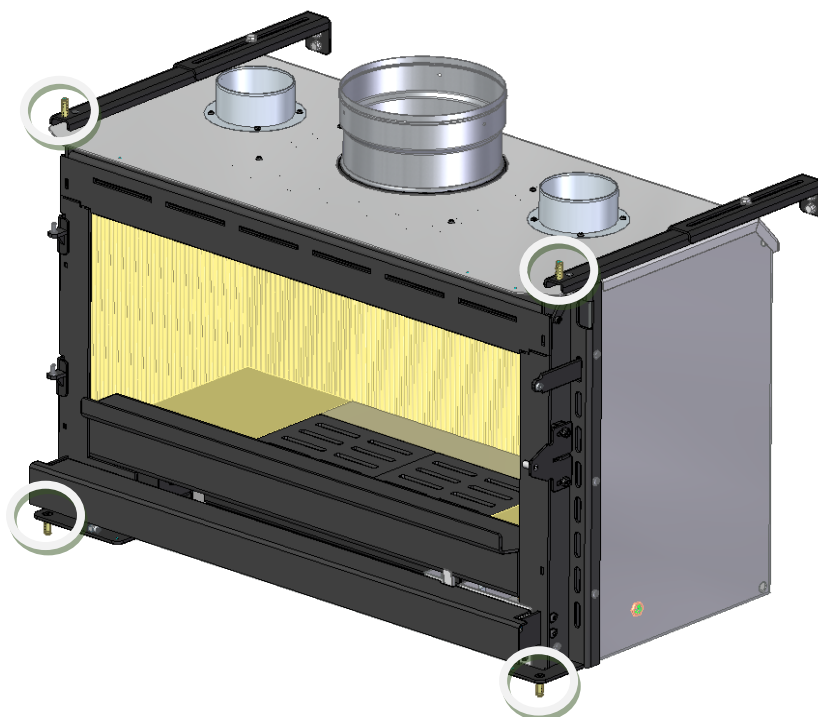

Figura 18 – Fijación del equipo a la mampostería
15. Si pretende colocar la unidad en mampostería, deberá utilizar los casquillos de latón y los tornillos de cabeza avellanada que vienen con el kit de fijación de la unidad (PA1090G053). Debe tomar las medidas correctas para perforar los agujeros en la mampostería y fijar la unidad en los siguientes lugares, como se muestra en la Figura 18.
4. Al cerrar la puerta, debe cerrar parcialmente la salida de aire caliente "tapa de humos" (G-Figura 18) y cerrar el control de aire de combustión "Aire Primario" (C-Figura 18).